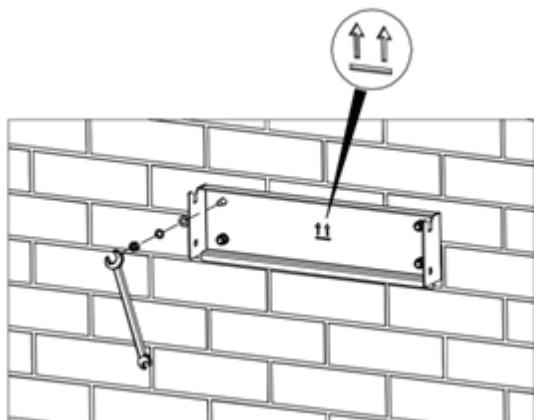

Figura 13 Fissare la staffa di montaggio
(4) Fissare la staffa di montaggio sui bulloni ad espansione e assicurarsi che l'installazione sia sufficientemente sicura (la coppia di serraggio è di 13 N•m), come illustrato nella Figura 13.